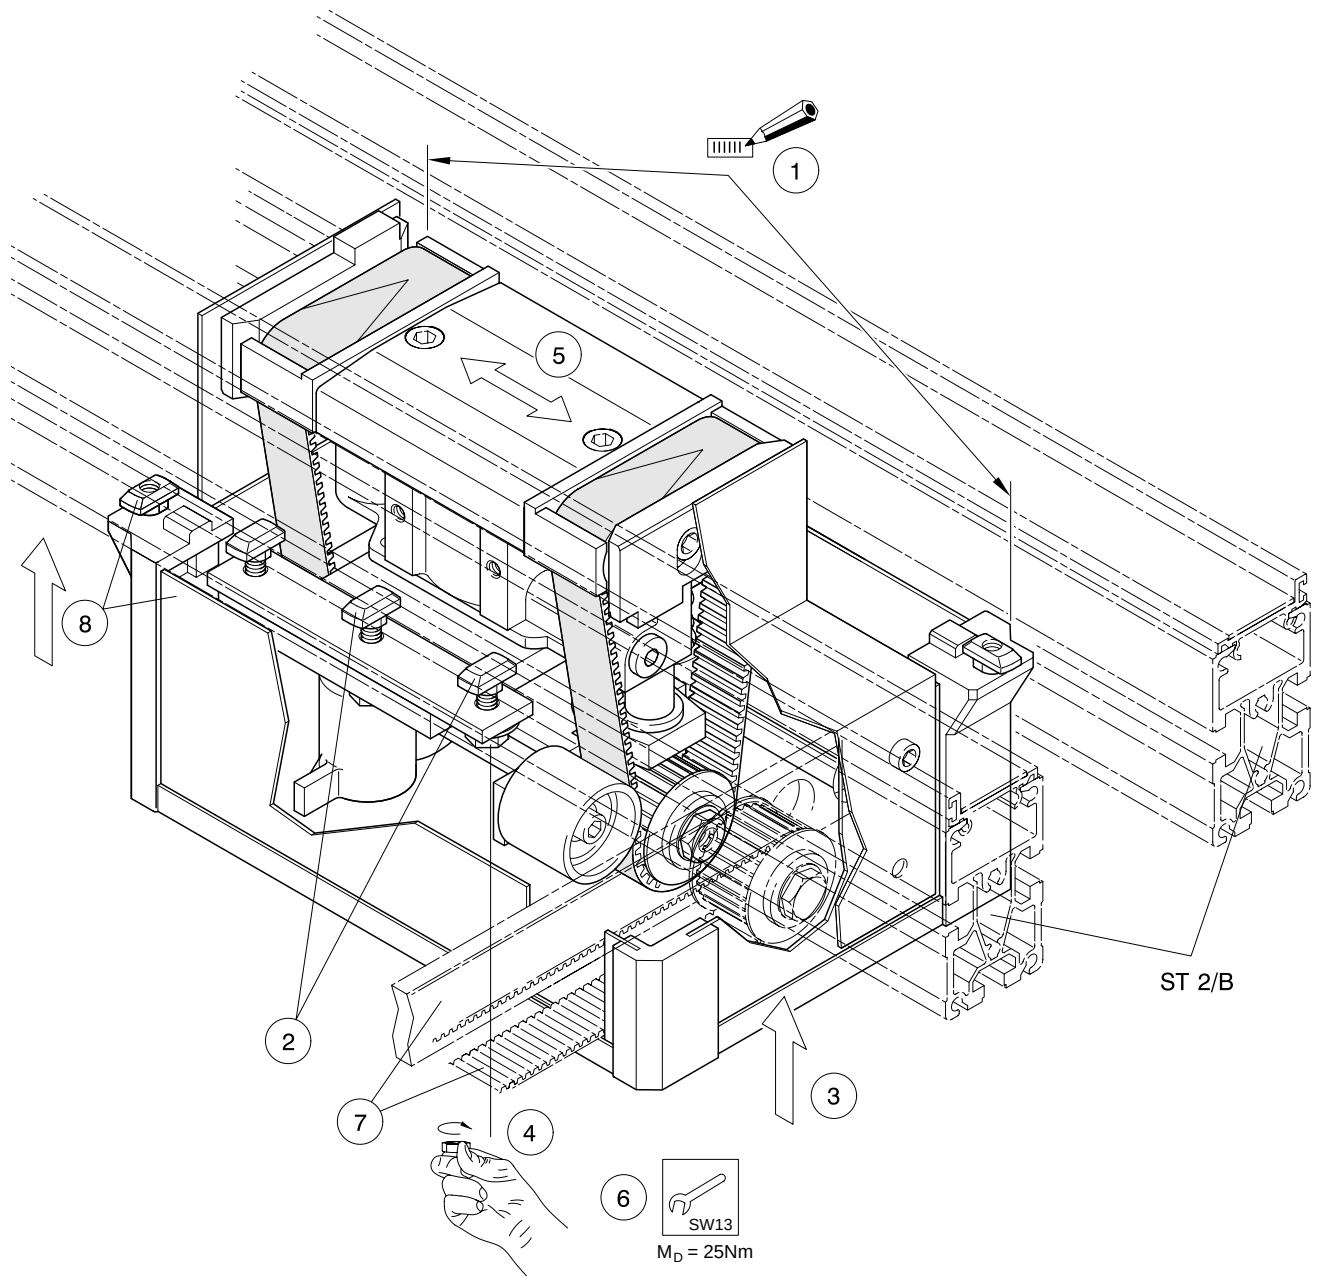

Fig. 3
■ Montaggio dell'HQ 2/T nel tratto ST 2/.. (Fig. 3)
■ Montaje de HQ 2/T en el tramo ST 2/.. (Fig. 3)
■ Montagem da HQ 2/T na via ST 2/.. (Fig. 3)